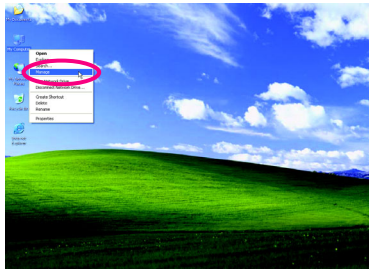
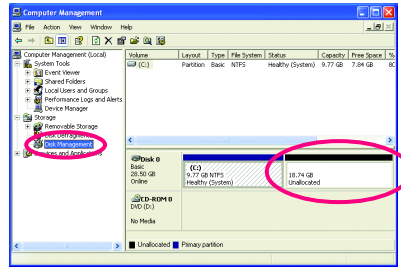

図 4
図 5
4. オペレーティングシステムのインストール後、デスクトップのマイコンピュータアイコンを右クリックし、管理を選択します(図4)。コンピュータ管理に移動して、ディスクの割り当てをチェックします。Xpress Recovery2 はバックアップファイルを割り当てられていないスペースに保存します(上の黒いストライプ)(図5)。割り当てられていないスペースが不十分だと、Xpress Recovery2 はバックアップファイルを保存できません。